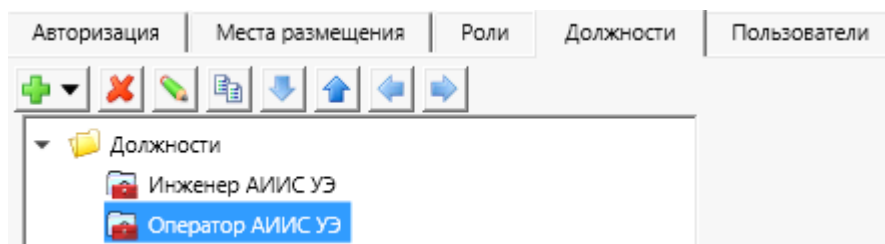

Рисунок 18 – Раздел **Должности** узла **Пользователи**
3.3.4 Раздел **Должности** узла **Пользователи** (рисунок 18) содержит настройки структуры и набора должностей пользователей для использования их в качестве справочной информации (3.3.5).